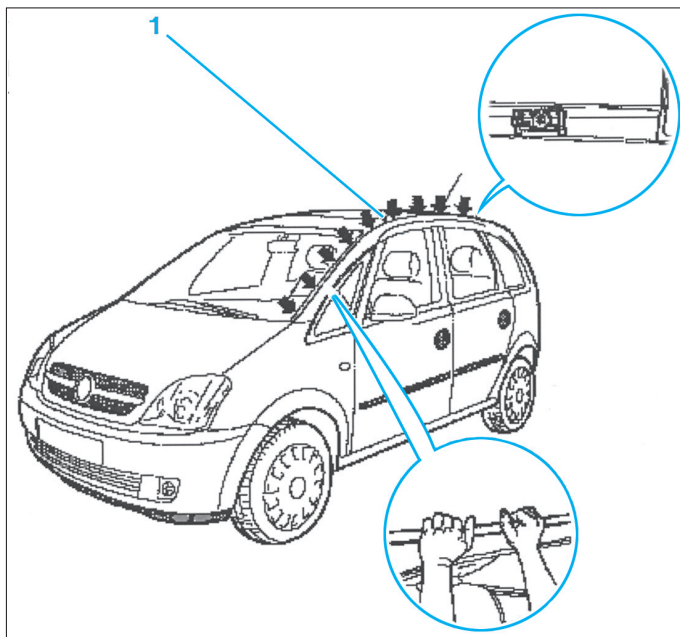

FIG. 1
- Démontez les deux baguettes de toit (7 clips par baguette) et la tirer vers le haut en commençant par la zone du pare-brise (Fig.1).